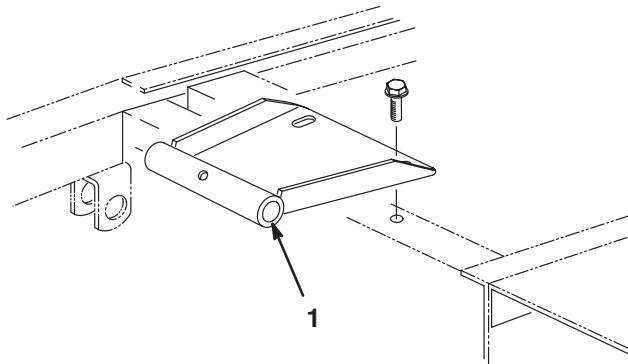

Bild 8
2. Montieren Sie die Schwenkhalterungen des Sitzes mit zwei Bundschrauben (liegen dem Sitz bei) am Rahmen (Bild 8)
4. Montieren Sie die Schwenkhalterung des Sitzes mit zwei Bundschrauben (liegen dem Sitz bei) (Bild 8)